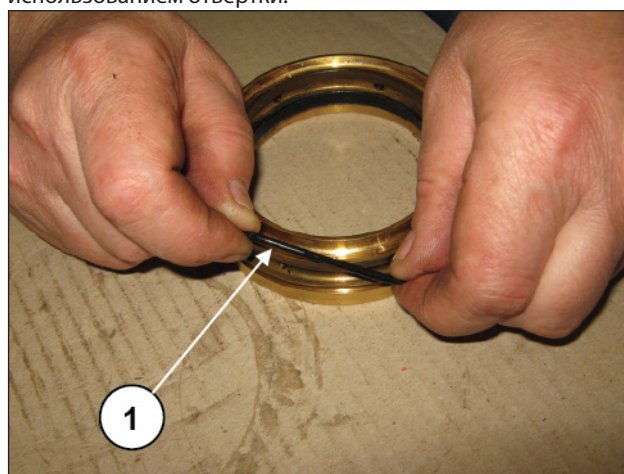
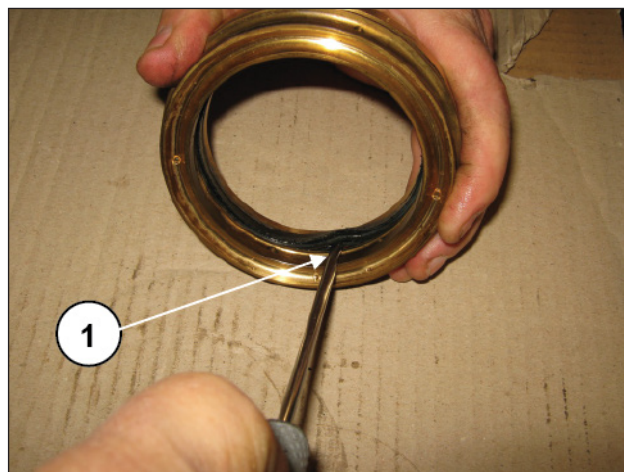

Рис. 214
Рис. 215
Снимите уплотнительное кольцо O-ring (поз. ①, Рис. 214) и уплотнение для низкого давления (поз. ①, Рис. 215) с использованием отвертки.